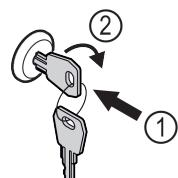

Fig. 110
- ▶ Вдавити ключ Fig. 110 (1).
- ▶ Повернути ключ на 90° проти годинникової стрілки Fig. 110 (2).
- ▶ Повернути ключ на 90° за годинниковою стрілкою Fig. 110 (2).